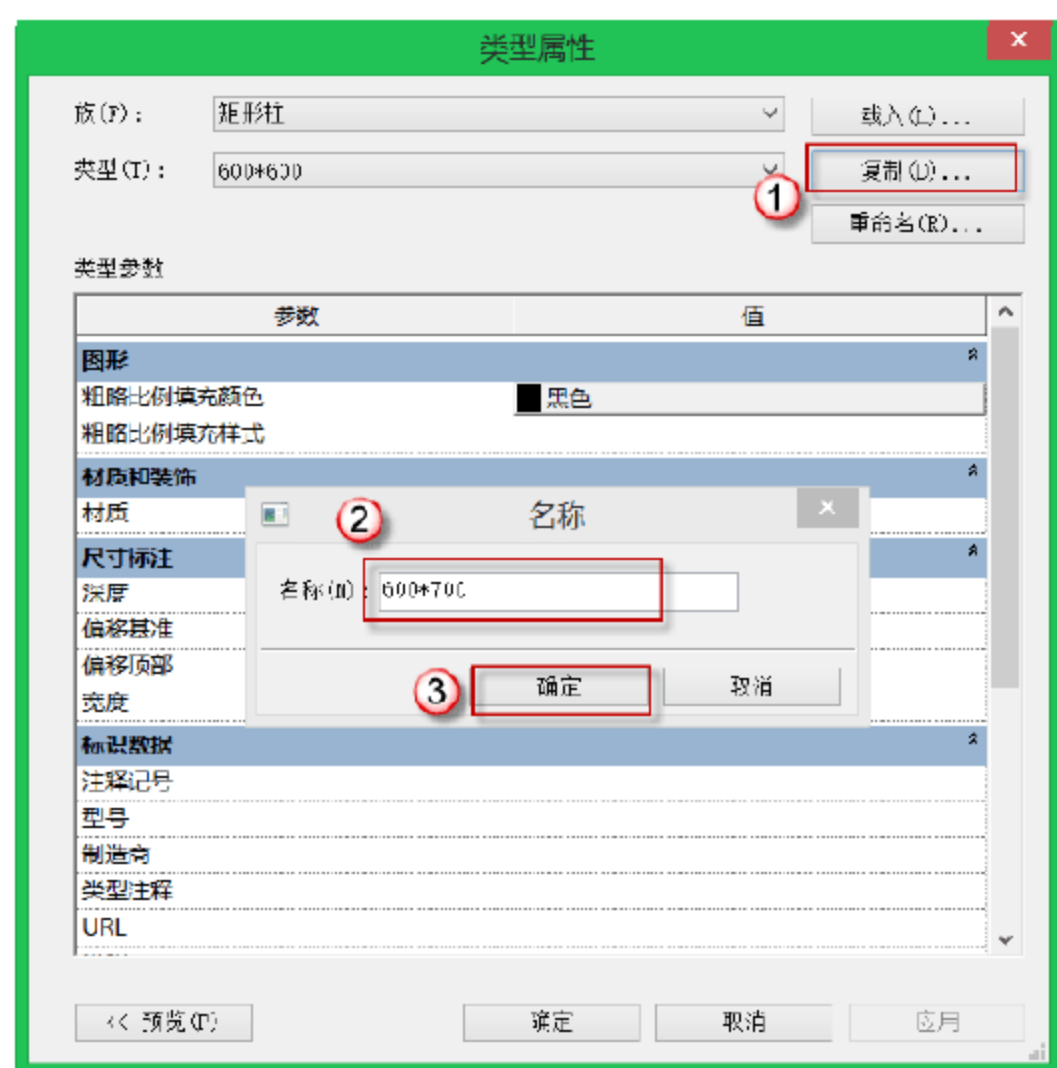
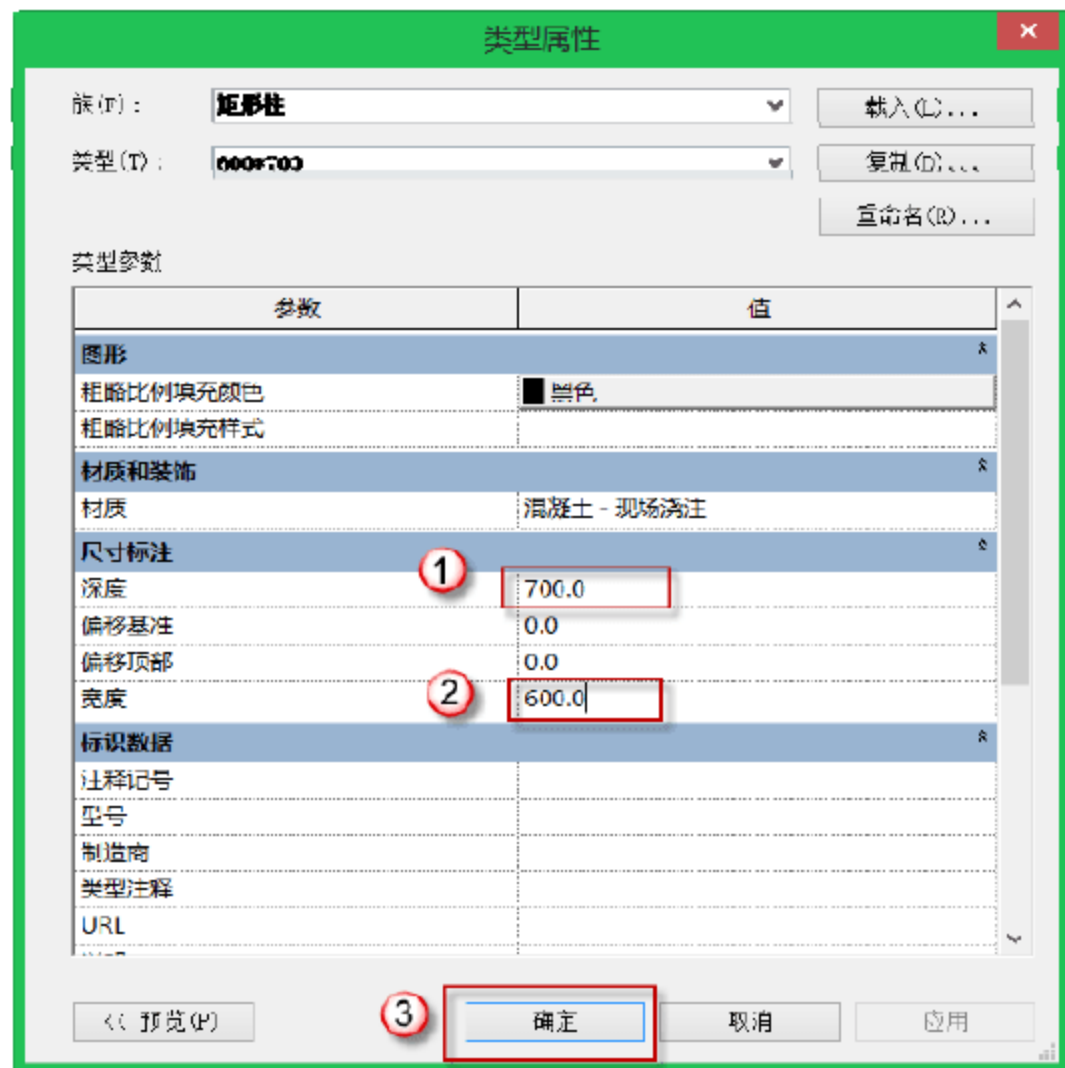

图 10.2.64 复制 “600\*700” 矩形柱
图 10.2.65 编辑“600\*700”矩形柱的尺寸
(7) “600\*700”建筑柱的族类型设定。选择“建筑”→“柱”→“建筑”命令，单击“编辑类型”按钮进入“类型属性”对话框，单击“复制”按钮，将矩形柱名称改为“600\*700”，最后单击“确定”按钮，如图 10.2.64 所示。然后在“类型属性”对话框中单击“矩形柱”对应的“材质”单元格右上角的“浏览”按钮，在弹出的“材质浏览器”中，选择“AEC 材质”→“混凝土”→“现场浇筑混凝土”选项，将其填充图案改为“混凝土-钢砧”，单击“确定”按钮返回“类型属性”对话框，最后将“深度”改为“700mm”，“宽度”改为“600mm”，此处偏移“0”，最后单击“确定”按钮，如图 10.2.65 所示，这样就完成了“600\*700”建筑柱的族类型设定。